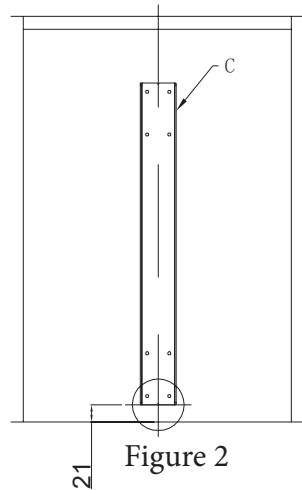

Figure 2
2. Alignez la glissière inférieure (C) sur la ligne centrale et fixez-la avec des vis ST4X20 (G), comme illustré à la figure 2. (L'illustration est de haut en bas.)